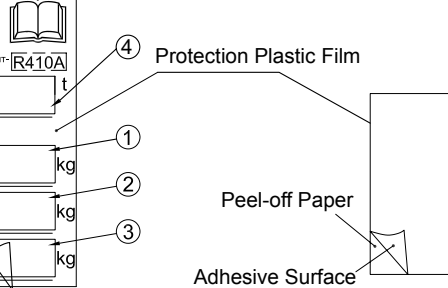

Figure 2. Protection Plastic Film
- 1.- Angiv mængderne på etiketten med uudsletteligt blæk: ① - Fabrikspåfyldning, ② - Ekstrapåfyldning, ③ - Samletpåfyldning & ④ t CO₂.
- 2.- Sæt det beskyttende klæbemærke (der leveres sammen med brugervejledningen) på. Se fig. 2.